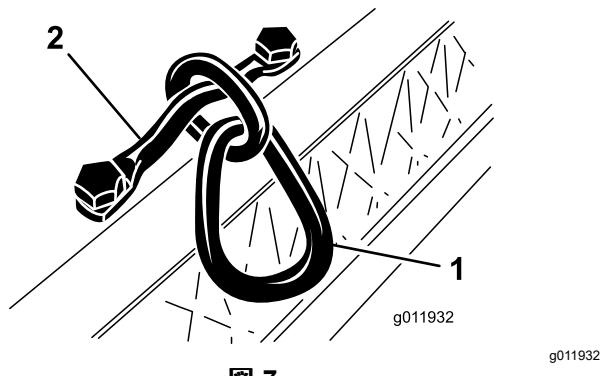

図 7
- キャップスクリュを  $34-40\text{ N}\cdot\text{m}$  3.7-4.6 kg.m = 25-30 ft-lbにトルク締めする **図 7**。